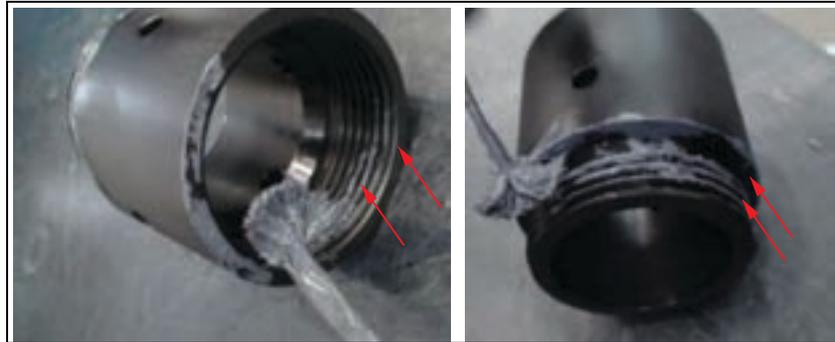

ABBILDUNG 3-12. STELLEN, AN DENEN SCHMIERMITTEL ANZUWENDEN IST
- Die Gewinde und Kontaktflächen der verschiedenen Abschnitte der Spannfutterverlängerungsfüße, wie in Abbildung 3-12 dargestellt.